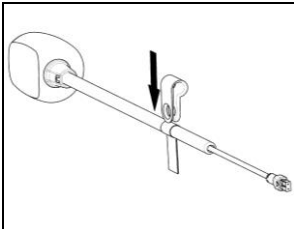

Fig. 35
- Placez le collier de fixation du microphone sur le bras du microphone (Fig. 35).